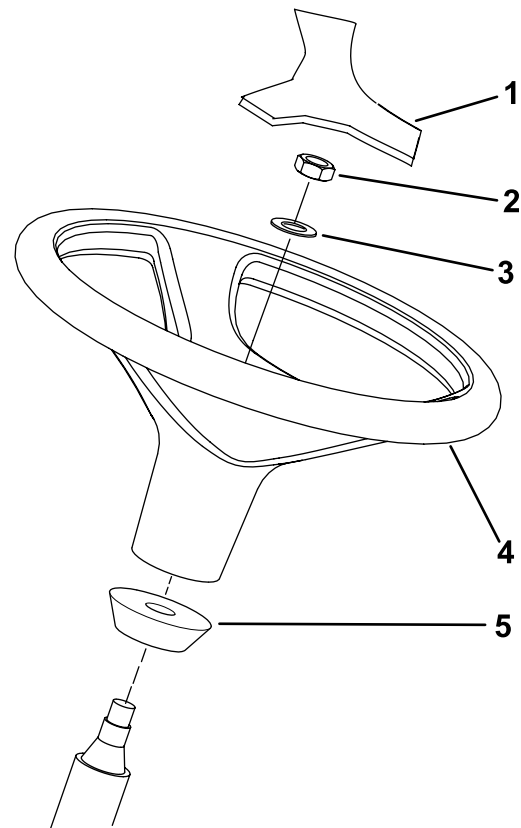

Figure 14
1. Déposez le volant du support d'expédition (Figure 14).
Remarque: Vérifiez que la bague en mousse reste bien sur l'arbre de direction (Figure 14).
3. Glissez le volant et la rondelle sur l'arbre de direction (Figure 14).
5. Posez le couvre-moyeu sur le volant (Figure 14)